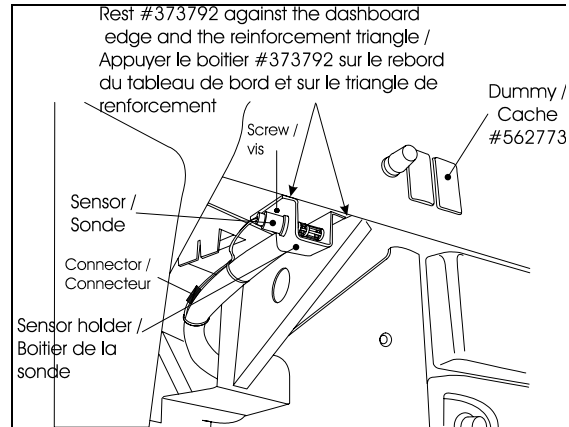

FIGURE 3 : VUE SOUS LE TABLEAU DE BORD 22205
6. Fixer le boîtier #373792 de la sonde sous le tableau de bord à l'aide de 2 vis #500638. Il est nécessaire d'effectuer un pré-perçage avec un foret  $\varnothing 1/8"$ . Voir la figure 3 pour le positionnement du boîtier.
8. Insérer la sonde #563063 dans le boîtier et fixer à l'aide de deux vis (figure 3).
5. Fixer le boîtier #373792 de la sonde sous le tableau de bord à l'aide de 2 vis #500638. Il est nécessaire d'effectuer un pré-perçage avec un foret  $\varnothing 1/8"$ . Voir la figure 3 pour le positionnement du boîtier.
7. Insérer la sonde #563063 dans le boîtier et fixer à l'aide de deux vis (figure 3).